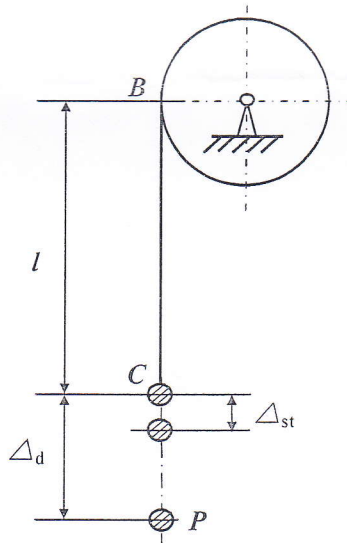

图 8
8、如图 8 所示吊索的末端  $C$  悬挂一重量为  $P$  的物体，吊索绕在绞车的鼓轮上。当鼓轮转动时，重物以速度  $v$  匀速下降。当吊索的下降长度（即  $BC$ ）为  $l$  时，鼓轮突然被刹住，试求吊索内的应力。设吊索的横截面积为  $A$ ，弹性模量为  $E$ ，吊索的质量以及吊重与绞车系统的变形均忽略不计。(15 分)